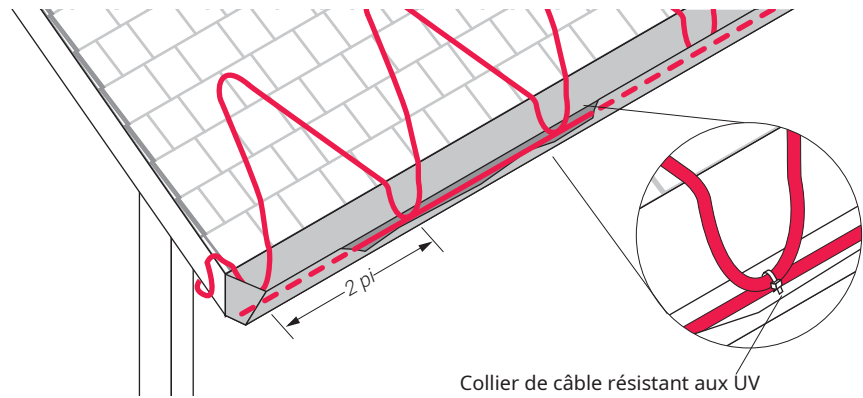

Figure 3 Disposition en serpentín
Dans le cas des toits en pente, les digues de glace peuvent se former sur le rebord. Afin de maintenir une voie d'écoulement continu pour l'eau de fonte, acheminez le câble chauffant selon un motif en serpentín comme illustré à la Figure 3 ci-dessous et suivez les recommandations visant les fixations appropriées à l'Étape 2. Il peut être nécessaire d'ajouter des câbles chauffants pour les autres gouttières, descentes d'eau et noues.
- Remarque :** Les méthodes de fixation ne sont pas illustrées de façon intentionnelle à la Figure 3. Pour les méthodes de fixation, passez à l'« Étape 2. Méthodes de fixation » à la page 15.